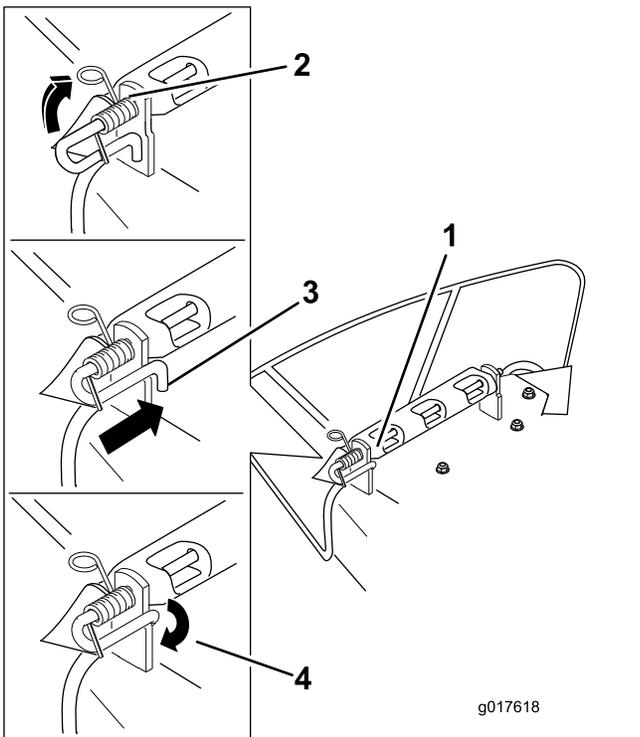

Bild 76
4. Positionieren Sie das neue Auswurfablenkblech mit den Halterungsenden zwischen den geschweißten Halterungen am Mähwerk, wie in Bild 76 abgebildet.
6. Positionieren Sie die Feder auf die Stange so, wie in Bild 76 abgebildet, dass das kürzere Federende unter der Stange vor der Biegung verläuft und über der Stange ist, wenn sie von der Biegung zurückkommt.
7. Heben Sie das Schleifenende der Feder an und setzen es in die Kerbe an der Ablenkblechhalterung (Bild 76).
8. Befestigen Sie die Stange und Feder, indem Sie diese so drehen, dass das kurze Ende der Stange hinter die vordere Halterung passt, die an das Mähwerk geschweißt ist (Bild 76).